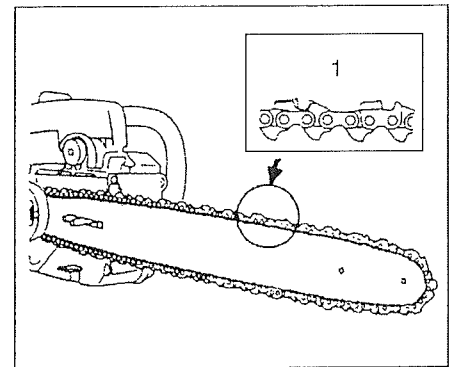

Fig.1-3
4. Confirm the direction of saw chain (1) is correct as in the figure, and align the chain on the sprocket. (Fig. 1-3)
4. Vérifiez si la direction de la chaîne est correcte comme indiqué sur la figure et alignez la chaîne sur le pignon (Fig. 1-3).
4. Verificare che la catena della motosega (1) sia orientata correttamente come mostrato nella figura, e allineare la catena sulla ruota dentata. (Fig. 1-3)
- Die Schiene leicht hin und her drücken, um sicherzustellen, daß der Zapfen (4) des Kettenspanners in das Loch (5) greift.
4. Die Kette (1) in der abgebildeten Ausrichtung um das Kettenrad legen. (Fig. 1-3)
- Mover ligeramente la barra hacia adelante y atrás y asegurar que la masa del tensor de la cadena (4) quede correctamente ajustado en el orificio (5) de la barra.
4. Confirmar que la dirección de la cadena sea correcta como se indica en la figura y alinear la cadena sobre la rueda dentada. (Fig. 1-3)
- Skjut svärdet en aning bakåt och framåt för att kontrollera att kedjespännarens tapp (4) är ordentligt inpassat i hålet (5).
4. Kontrollera att sågkedjan (1) är vänd åt det håll som bilden visar och sätt därefter kedjan på kedjedrevet. (Fig. 1-3)